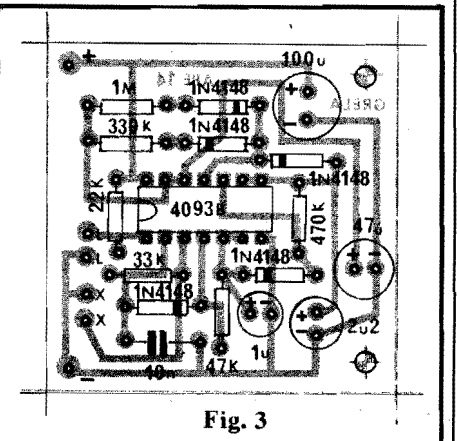

Fig. 3
O **chapeado** (vista real da placa, pelo lado não cobreado, componentes já posicionados...) da montagem está na fig. 3, que deve ser seguida com o máximo de atenção, principalmente no que diz respeito às posições dos componentes polarizados (Integrado, diodos e capacitores eletrolíticos) e valores dos componentes. Os pontos marcados com (+) e (-) destinam-se às conexões da alimentação, enquanto que as ilhas (X) (X) servem para as ligações da cápsula pi-zo...